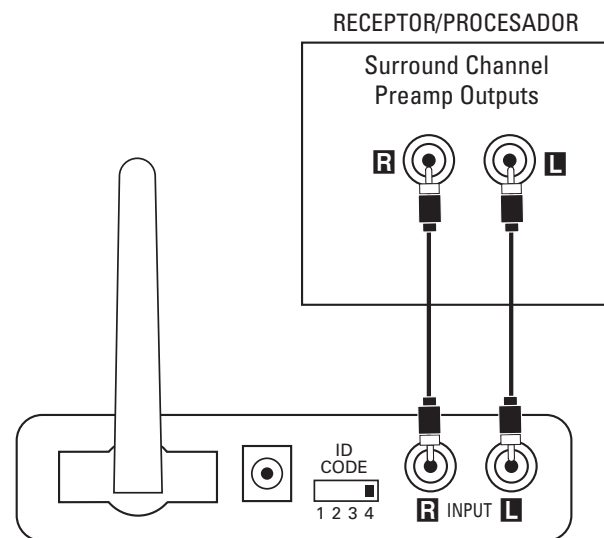

Figura 1.
Conecte el cable de interconexión (incluido) entre las salidas de preamplificación izquierda y derecha de la parte trasera de su fuente y las entradas del módulo transmisor ⑭, tal como muestra la Figura 1.